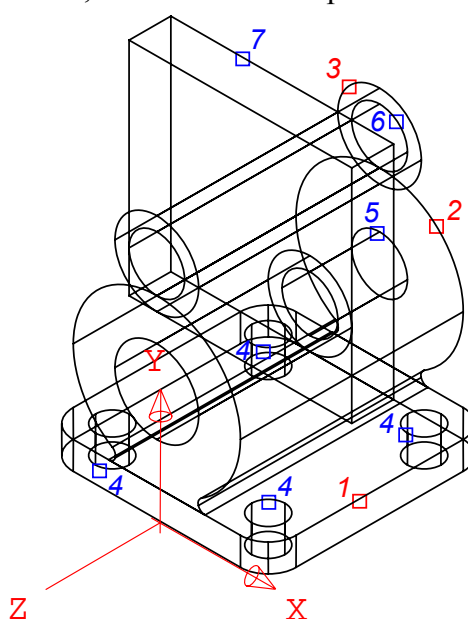

Рис. 3.57. Объекты для вычитания
В результате должен получиться ящик, пересекающий верхнюю часть создаваемого твердотельного объекта, как показано на рис. 3.57.
Выберите объекты: Прицелом выберите примитивы, из которых будет происходить вычитание (рис. 3.57) – это ящик-основание (1); большой горизонтальный цилиндр (2), прилегающий к ящику-основанию; больший из двух верхних горизонтальных цилиндров (3), и нажмите [Enter].
Выберите объекты: Прицелом выберите примитивы, которые будут вычитаться (рис. 3.57) – это четыре цилиндра-отверстия (4); ступенчатый цилиндр-отверстие (5); меньший из двух верхних горизонтальных цилиндров (6); ящик в верхней части создаваемого объекта (7), и нажмите [Enter].